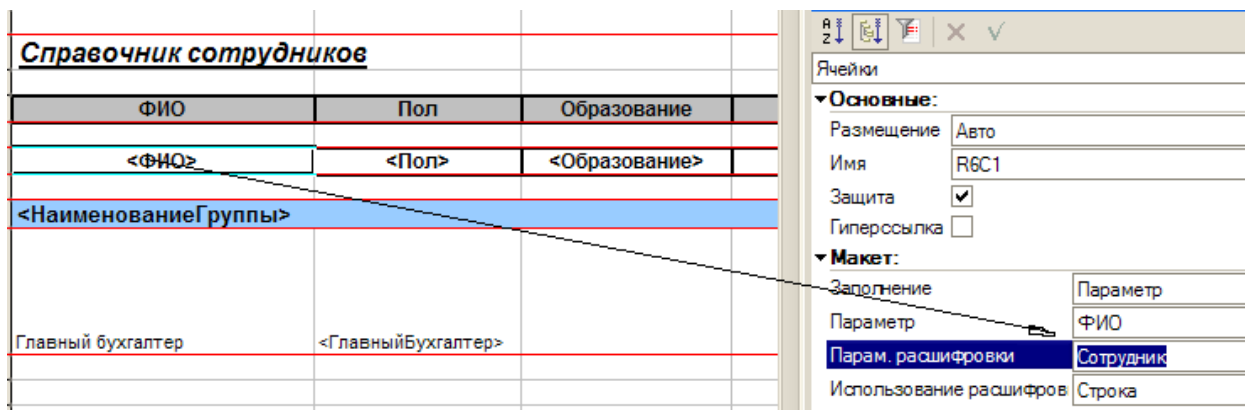

Рисунок 9.1.4 - Макет отчета с подготовкой стандартной расшифровки
1.7.2 Для начала выполним в макете основного отчета в свойстве ячейки «ФИО» установлен параметр расшифровки (см. рисунок 9.1.4.)